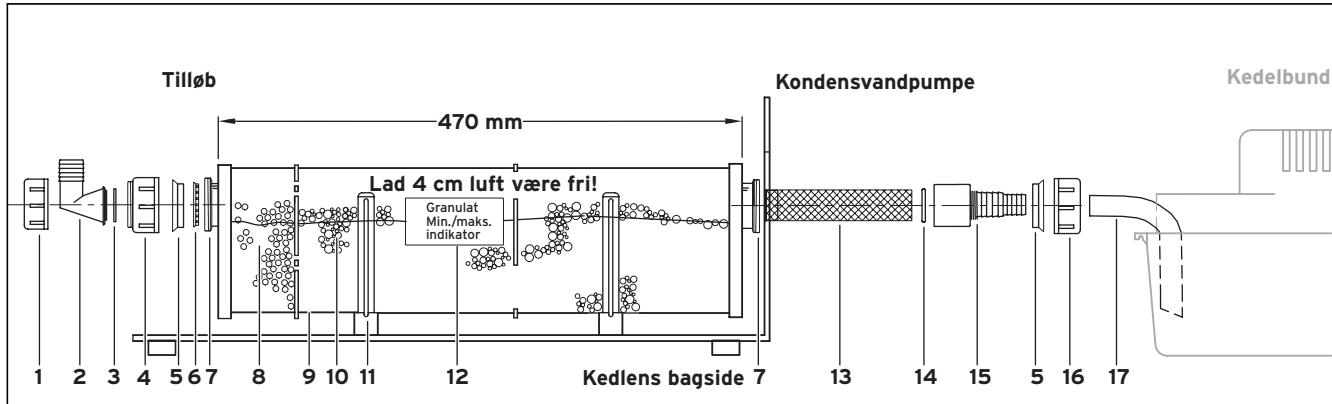

Fig. 3.1 Opbygning Olieneutralisationsanordning
- Fyld aktivkullet i den vedlagte aktivkulpakning i aktivkul-forfilteret ((8), fig. 3.1).